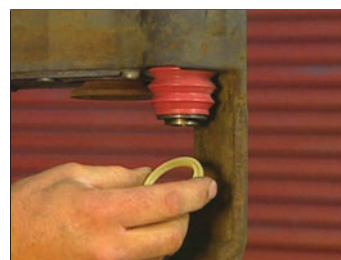

FIGURA 83 - PONGA EL ANILLO DE RETENCIÓN EN LA RANURA DE LA CLAVIJA GUÍA
5.6.34 Consulte la figura 83. Para instalar las clavijas guía, primero lubrique ambas clavijas guía con la grasa blanca suministrada. Introduzca las clavijas guía en los orificios correspondientes, con el extremo ranurado hacia los fuelles.